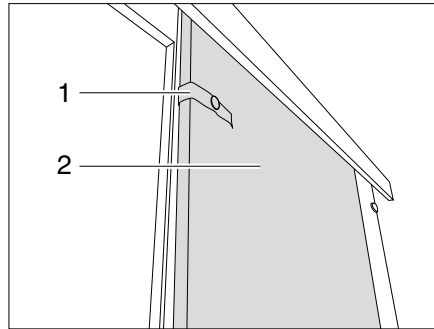

Fig. 236 Porta scorrevole
- Staccare il nastro di sicurezza (Fig. 236,1).
- Tirare la porta scorrevole (Fig. 236,2) in posizione chiusa.
- Portare la porta scorrevole (Fig. 236,2) in posizione aperta.
- Fissare la porta scorrevole con il nastro di sicurezza (Fig. 236,1).